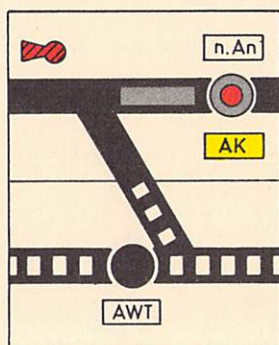

Bild 60
- (3) Der Schlüssel für die Ausweichanschlußstelle wird auf dem Stellwerk durch Bedienen der Anschlußwechentaste und der Weichengruppentaste freigegeben; der Schlüssel freigabemelder blinkt rot und der Schlüsselüberwachungsmelder erlischt (vgl. Bild 60).